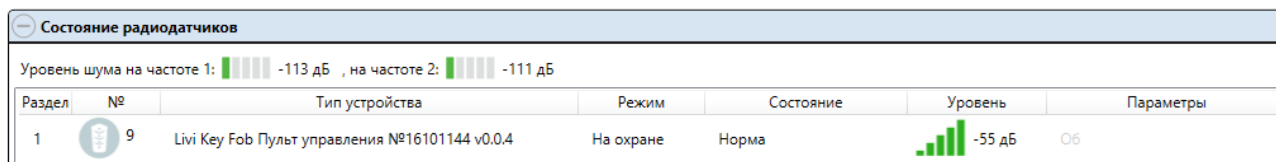

Рисунок 10.4 — Блок *Состояние радиоустройств* на вкладке *Монитор*
- В программе *STEMAX Конфигуратор* или *STEMAX Приват* на вкладке *Монитор* (см. рисунок 10.4).
В верхней части вкладки *Датчики* (см. рисунок 10.1), в верхней части таблицы *Состояние радиодатчиков* на вкладке *Монитор* (см. рисунок 10.4) программы *STEMAX Конфигуратор* и в верхней части вкладки *Монитор* программы *STEMAX Приват* отображаются индикаторы *Уровень шума на частоте 1* и *на частоте 2*. Они показывают уровень радиопомех на рабочих частотах, которые могут снижать качество связи контроллера с радиоустройствами. Наилучший (наименьший) уровень шума отображается одной зеленой полоской, наихудший (наибольший) — пятью красными полосками.